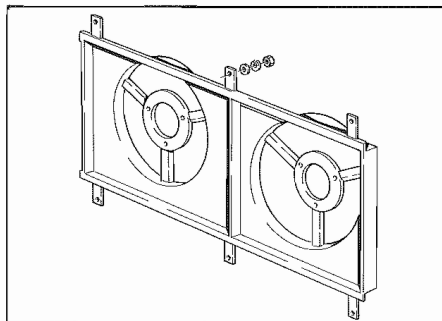

Fig. 11 - Convogliatore aria
- Allentare le viti di fissaggio (**Fig. 11**) e smontare il convogliatore aria. Pulire le alette del radiatore con spazzola e detersivo e con un getto di aria compressa in controcorrente.
- Slacken fixing screws (**Fig. 11**) and remove air conveyor. Clean radiator fins with a brush and cleansing and with a compressed air jet counter-flow.